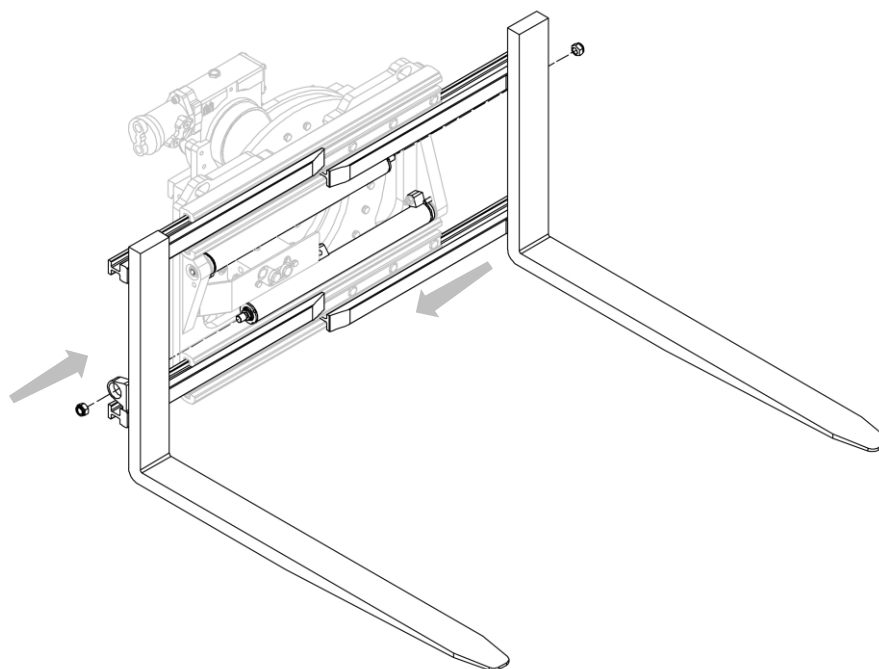
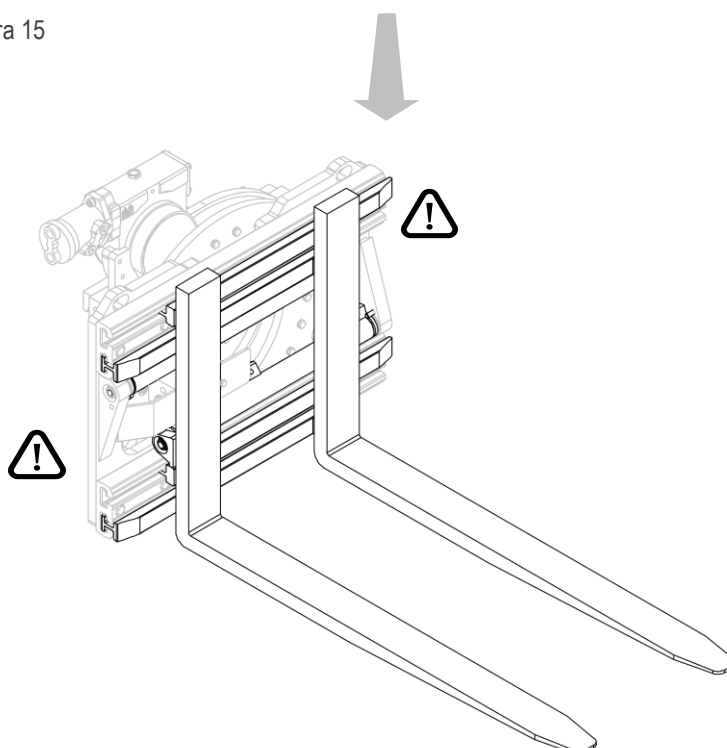

Figura 15
Figura 16
2. Insertar los perfiles, con las correspondientes horquillas, en los asientos correspondientes y fijarlas a los cilindros mediante las correspondientes tuercas (mira *Figura 15* y *Figura 16*).